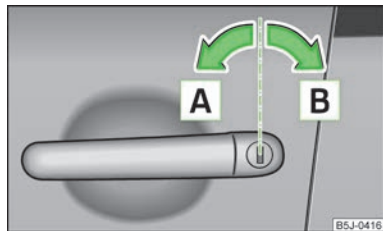

Fig. 12
- ▶ Rotiți cheia în butucul portierei șoferului, în sensul de deplasare (poziție de descuriere) **[A]** » fig. 12.
- ▶ Rotiți cheia în încuietorea portierei șoferului în sens contrar sensului de deplasare (poziție de încuiere) **[B]** » fig. 12 la pagina 28.